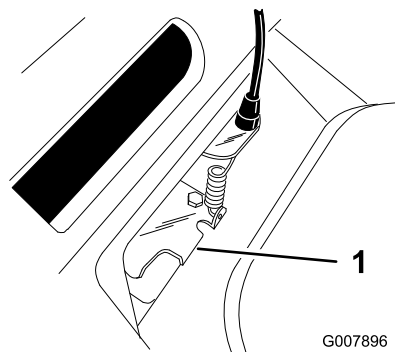

Figure 26
5. Appuyez sur la patte de guidage de la courroie jusqu'à ce qu'elle touche la tondeuse et maintenez-la en place (Figure 26).